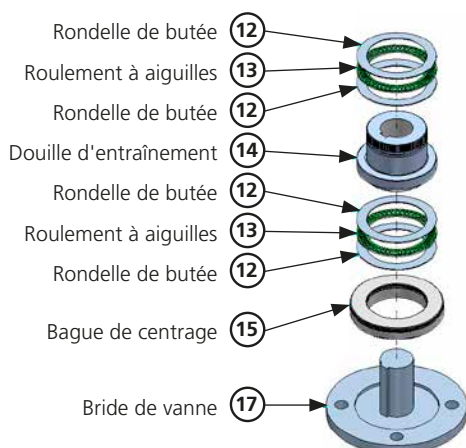

Figure 12 – Assemblage de la tige de la vanne
Vérifiez que le diamètre de l'embout mâle fourni avec le réducteur (partie 15 à la figure 12) correspond à la cavité femelle dans la bride de la vanne avant d'assembler le réducteur sur la vanne.
En plus des points de la section 7.2.1, il est recommandé d'assembler d'abord la douille d'entraînement usinée sur la tige de la vanne et de placer ensuite le réducteur sur la douille d'entraînement. Voir les figures 12 et 13 pour les détails d'assemblage.
Placez la douille usinée (14), les roulements de butée (12 & 13) et la bague de centrage de l'embase (15) sur la tige de la vanne, comme indiqué à la figure 12. Les roulements doivent être lubrifiés avec la bonne graisse (voir tableau 5). Graissez les roulements, la douille et la tige de la vanne. Veuillez noter que la bague de centrage a un joint interne et externe qui doit aussi être graissé.